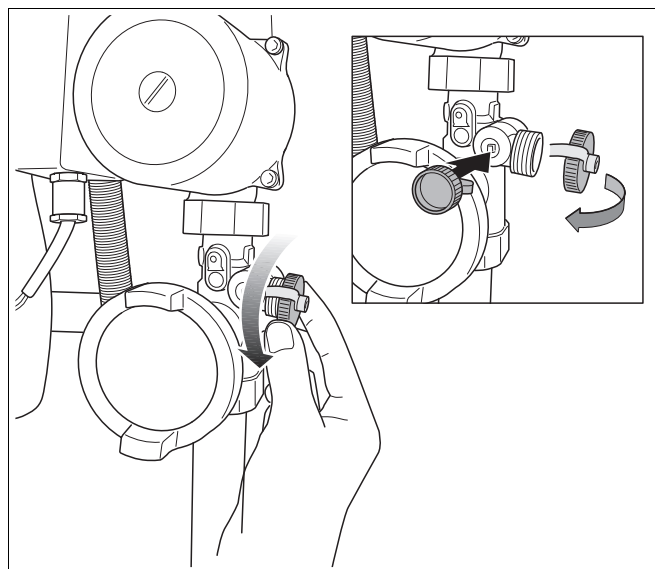

Fig. 55 Afdekdop van de vul- en aftapkraan verwijderen
- Verwijder de afdekdop (→ fig. 55).
- Sluit de vulslang aan op de waterkraan en vul deze met water (→ fig. 55). Zorg dat er geen lucht in de vulslang aanwezig is.